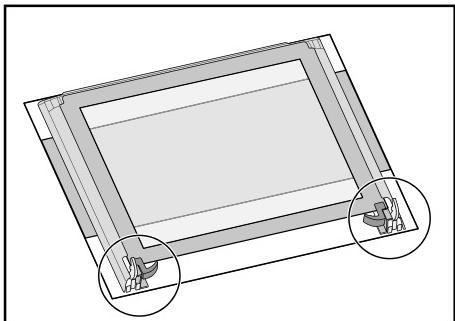

Abb. 10
- 6)** legen Sie die Tür auf festem Boden ab (Abb. 10) und schützen Sie die Oberfläche des Griffs mit einem weichen Tuch;